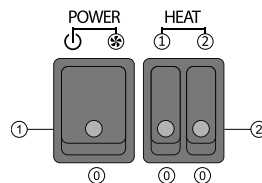

Рис.4
2. Подключение к стационарной электросети производится в соответствии со схемой, указанной на рис. 4 и на корпусе завесы.